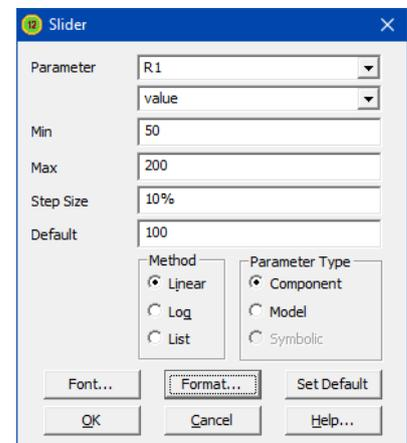

Рис. 2.13 - Окно изменения параметров слайдера
5. Меняя сопротивление резистора  $R1$  наблюдать за изменением потенциала в точке А. Чтобы менять параметры сопротивления  $R1$  необходимо добавить слайдер с помощью команд меню *Dynamic DC > Slider > Add Slider*. В открывшемся окне (Рис. 2.13) выбирается компонент, для которого нужно добавить слайдер, а также диапазон изменения параметра компонента и дискретность этого изменения. Далее следует выделить компонент со слайдером, и затем стрелками управления курсором  $\uparrow \downarrow$  на дополнительной клавиатуре менять его параметры.